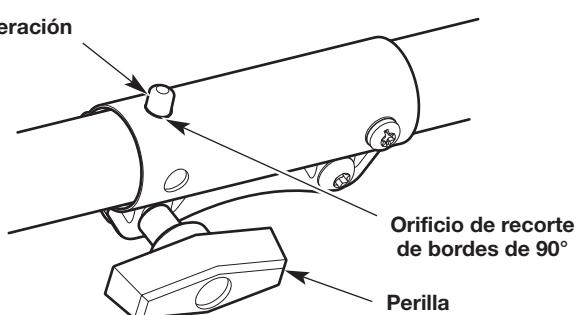

Fig. 23
1. Gire la perilla en el sentido contrario a las agujas del reloj para aflojar el acoplador (Fig. 23).
2. Oprima y mantenga apretado el botón de liberación (Fig. 23).
3. Rote el accesorio hasta que el botón de liberación entre a presión firmemente dentro del orificio de rebordes de 90° (Fig. 23).
4. Gire la perilla en el sentido de las agujas del reloj para apretar el acoplador (Fig. 23).